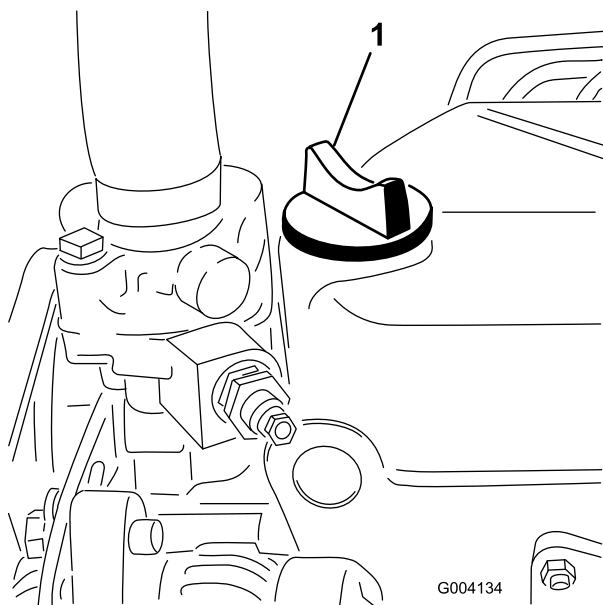

图17
5. 如果油位低于“已满”标记，应取下加油盖（图17），添加机油，直至油位达到量油尺上的“已满”标记。